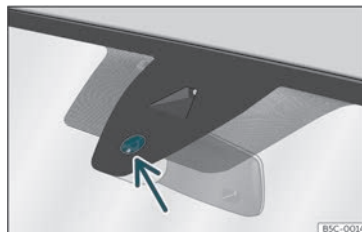

Fig. 96 Superficie sensibile del sensore pioggia.
Di seguito sono riportate alcune delle possibili cause di anomalia e di interpretazione scorretta *nella zona della superficie sensibile* >>> **fig. 96** del sensore pioggia:
- Pulire regolarmente la superficie sensibile del sensore pioggia >>> **fig. 96** (freccia) e verificare la presenza di eventuali danni sulle spazzole.